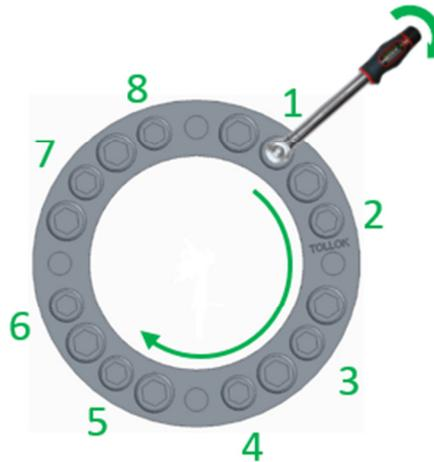

Imagen 4
10. De nuevo con la llave dinamométrica ajustada al 100% del par de apriete (**Ms**) indicado en el catálogo (ver *Tabla 1*) para los **tornillos de menor métrica** y comenzando por el tornillo n.º 1, repasar todos los tornillos en sucesión circular hasta completar una vuelta (ver *Imagen 4*); efectuar esta operación hasta que los tornillos no giren; en cada vuelta cada tornillo debe ser apretado una sola vez.